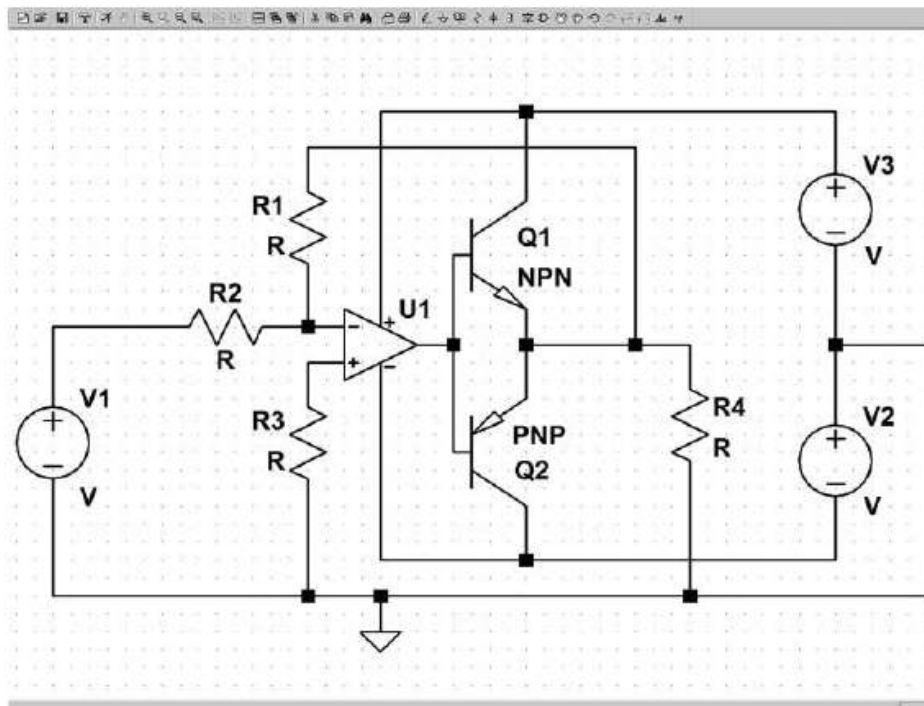

Figure 3.15
12. Nous allons utiliser l'icône . Cliquez une fois sur cette icône et votre curseur de souris se transforme en un grand réticule constitué d'une verticale en pointillé sur toute la hauteur de votre écran et d'une horizontale identique. Il vous suffit de relier deux à deux les points à connecter, comme sur la figure 3.15. Les fils peuvent se croiser, ils ne sont pas pour autant interconnectés. L'interconnexion volontaire n'est possible que si vous cliquez gauche à l'endroit de l'intersection au moment où vous tracez la liaison. Dans ce cas la liaison entre les deux lignes qui se croisent est matérialisée par un petit carré bleu. Pour vous débarrasser du réticule de traçage de connexion, cliquez droit. N'hésitez pas à utiliser la paire de ciseaux  pour effacer les liaisons mal placées.
Notre schéma doit maintenant ressembler à la figure 3.15.